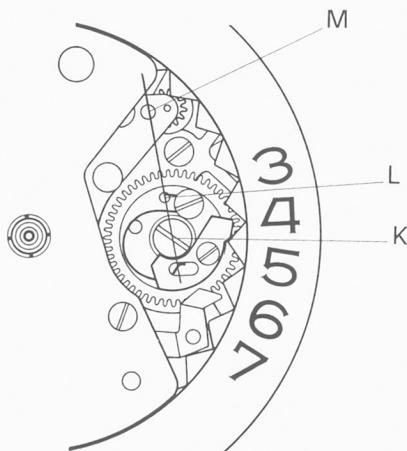
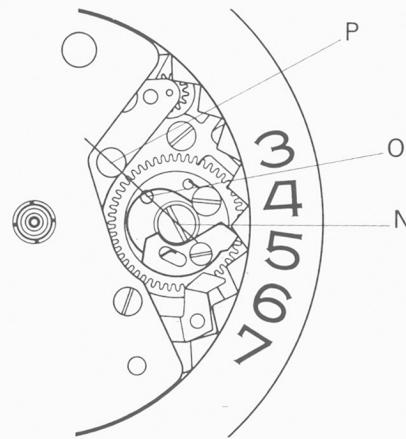

Fig. 10
Fig. 11
1. Pour que le saut final de l'indicateur de quartième se fasse à minuit: décaler la roue entraîneuse jusqu'à ce que son centre K, le trou de ressort L et le trou de vue M se trouvent sur une ligne droite (fig. 10). Remettre la vis.
2. Pour que le saut final de l'indicateur de quartième se fasse à 1 h. 30: décaler la roue entraîneuse jusqu'à ce que son centre N, le trou de repère O et la tête du tenon du renvoi double du quartième P se trouvent sur une ligne droite (fig. 11). Remettre la vis.
Selon l'heure prévue pour le saut de l'indicateur de quartième, tourner par la tige de remontoir mouvement le quartième jusqu'à ce que la roue entraîneuse de quartième se trouve dans la position fig. 10 ou fig. 11. Poser le disque-cadran de sonnerie, l'index visant 12 h. Poser le cadran. Faire sonner à 12 h. Poser les aiguilles sur 12 h. Avant de les chasser, contrôler le déclenchement de sonnerie et le saut du quartième. Le saut final de l'indicateur doit avoir lieu entre 24 h. et 0 h. 20 resp. 1 h. 15 et 1 h. 45.
1. To make the date indicator jump at midnight: turn the date indicator driving wheel until its center K, the spring hole L and the view hole M are in a straight line (fig. 10). Tighten the screw.
2. To make the date indicator jump at 1.30 a.m.: turn the date indicator driving wheel until its center N, the marking hole O and the head of the double calendar setting wheel pin P are in a straight line (fig. 11). Tighten the screw.
According the desired time for the date indicator to jump, turn the calendar by the movement stem until the date indicator driving wheel is in the position shown either on fig. 10 or on fig. 11. Put the alarm dial disc in place with the index at 12 o'clock. Put the dial in place. Make it ring at 12 o'clock. Put the hands in place and, before tightening them, check accuracy of alarm ringing and date jump. The date jump must occur between midnight and 0.20 a.m. or 1.15 and 1.45 a.m.